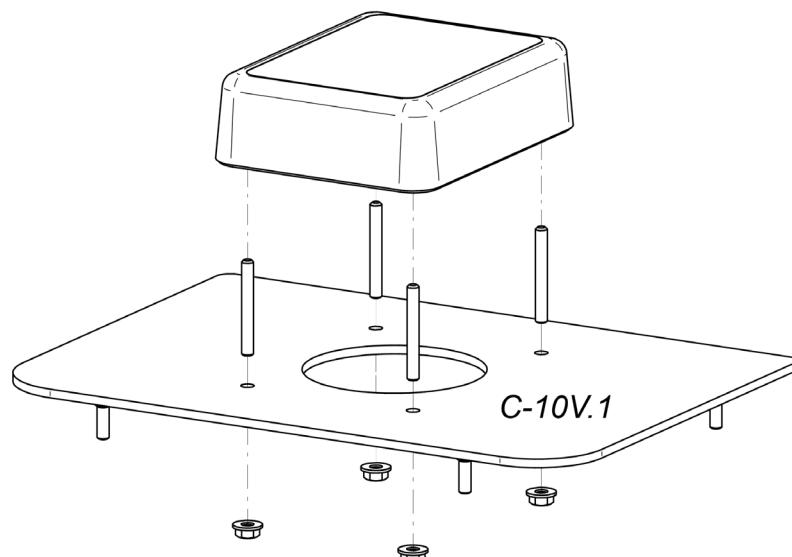

Рисунок 30. Боковая крышка PERCo-C-10V.1 с платежным терминалом Vendotek VX
- Боковая крышка **PERCo-C-10V.1** предназначена для установки в турникет платежного терминала **Vendotek VX**. Терминал поставляется в комплекте с крышкой. Крышка выполнена из нержавеющей стали, терминал устанавливается непосредственно на боковую крышку (см. рис. 30), крепеж входит в комплект поставки терминала. Для подключения к турникету терминала используйте специальный соединительный кабель с интегрированным в него устройством сопряжения и схему подключения.